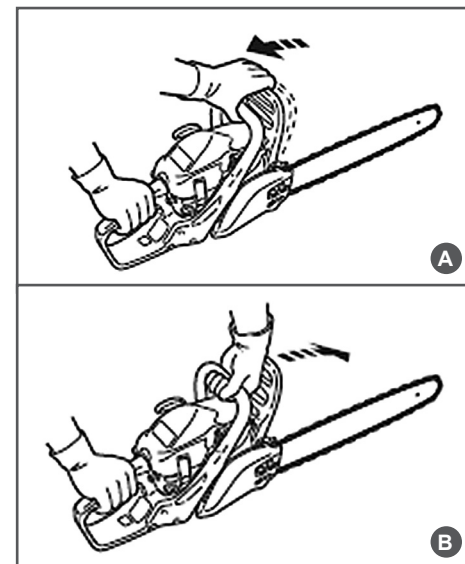

Рис. 6 Проверка механического тормоза цепи
Тормоз цепи выключен (цепь может вращаться), когда ручка тормоза взведена (Рис. 6А).
Тормоз цепи включен (цепь не имеет возможности вращаться), когда ручка тормоза находится в отжатом положении (Рис. 6В).
- Используя тормоз цепи, переместить левое запястье от себя и нажать им на ручку тормоза, не отпуская рукой переднюю рукоятку пилы (Рис. 6В).
- Взведите ручку тормоза (Рис. 6А).